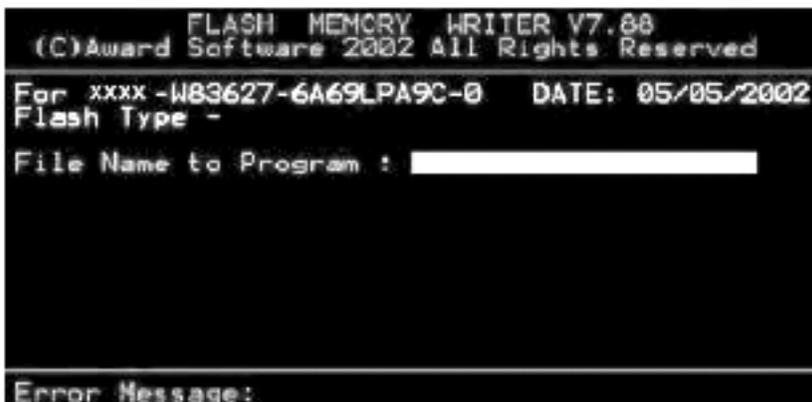

图 2-13 AWDFLASH 执行菜单界面
1) 首先下载对应笔记本电脑 BIOS 型号的 xxxx.exe 文件，再将它自动解压缩复制到 DOS 启动盘中。然后在纯 DOS 环境下输入“A: AWDFLASH”命令并按 <Enter> 键，即显示如图 2-13 所示的执行菜单。